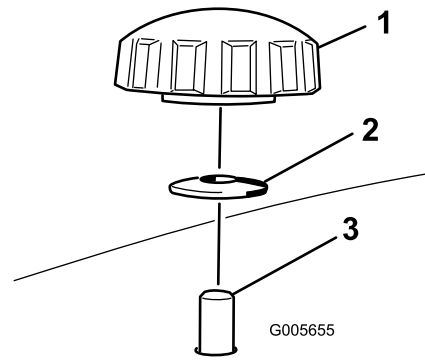

Bild 5
2. Befestigen Sie das linke Ablenkblech am Mähwerk; befestigen Sie Bolzen am Ablenkblech von der Oberseite des Mähwerks mit zwei Handrädern und Wellenscheiben (Schalenseite zum Mäher), wie in Bild 4 und Bild 5 dargestellt.
3. Schieben Sie das rechte Ablenklech durch die Auswurfkanalöffnung und befestigen Sie diese mit den zwei Handrädern und Wellenscheiben (kappenförmige Seite zum Mähwerk), wie in Bild 4 und Bild 5 dargestellt.